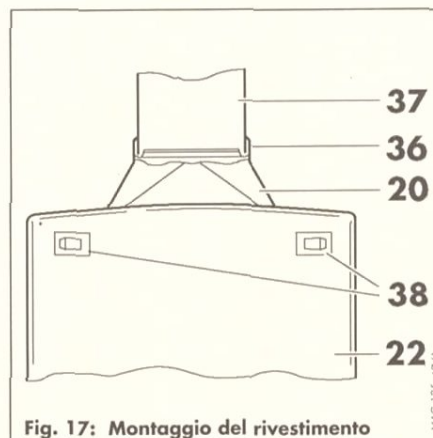

Fig. 17: Montaggio del rivestimento
Inserire il condotto di scarico (37, fig. 17) nella cappetta dell'apparecchio (20).